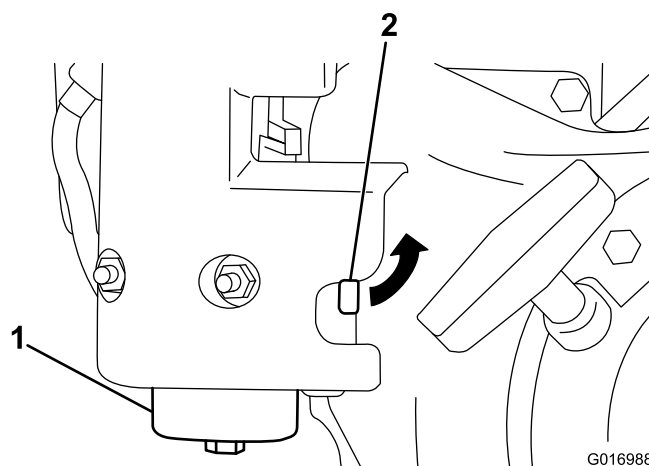

Figure 32
- Fermez le robinet d'arrivée de carburant et dévissez la cuvette du corps du filtre (Figure 32).